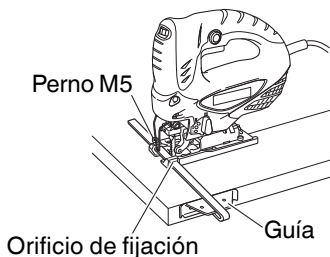

Fig. 10
- (3) Fije la guía haciéndola pasar a través del orificio de fijación de la base y apriete el perno M5. (Fig. 10)
- (4) Ajuste la posición orbital a "0".